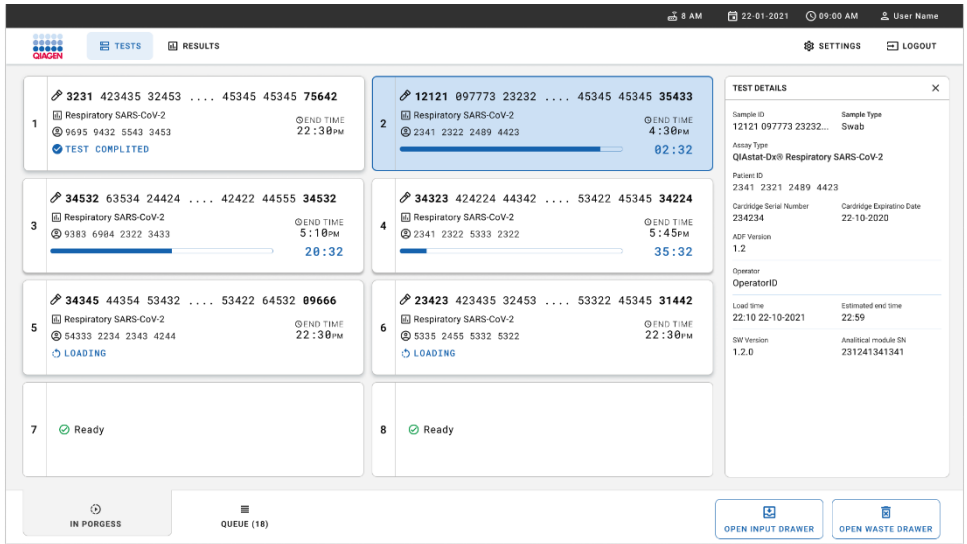

图 33. 队列屏幕的测试执行信息。
17. 在测试运行期间，触摸屏上会显示所有排队测试的剩余运行时间和其他信息 (图 33)。